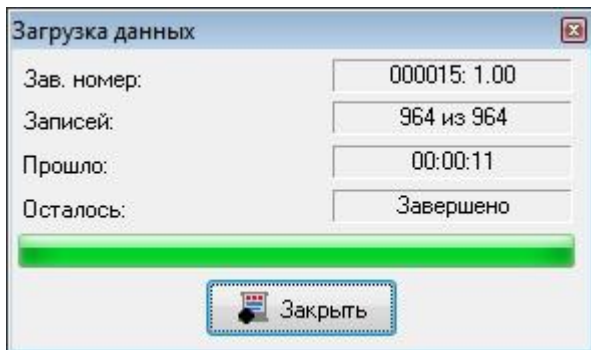

Рисунок 8 – Загрузка завершена
4.3 При завершении загрузки в строке «Осталось» появится надпись «Завершено» (рисунок 8).